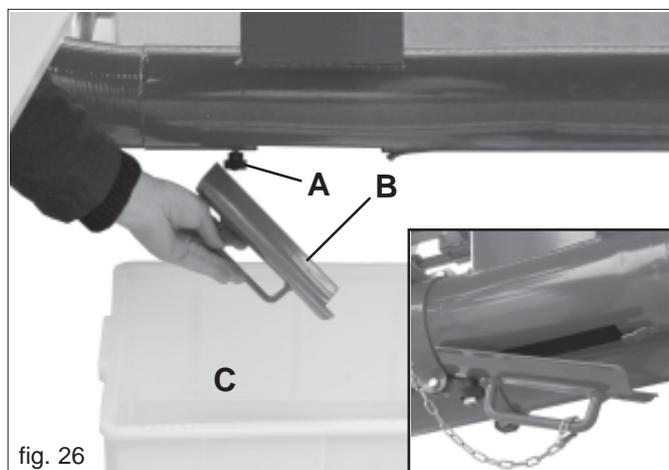

fig. 26
- Aflojar los pomos y (A, Fig. 26) y desmontar las compuertas (B).
- Colocar la cubeta de recolección de semillas debajo de los puntos de descarga (C Fig. 26).